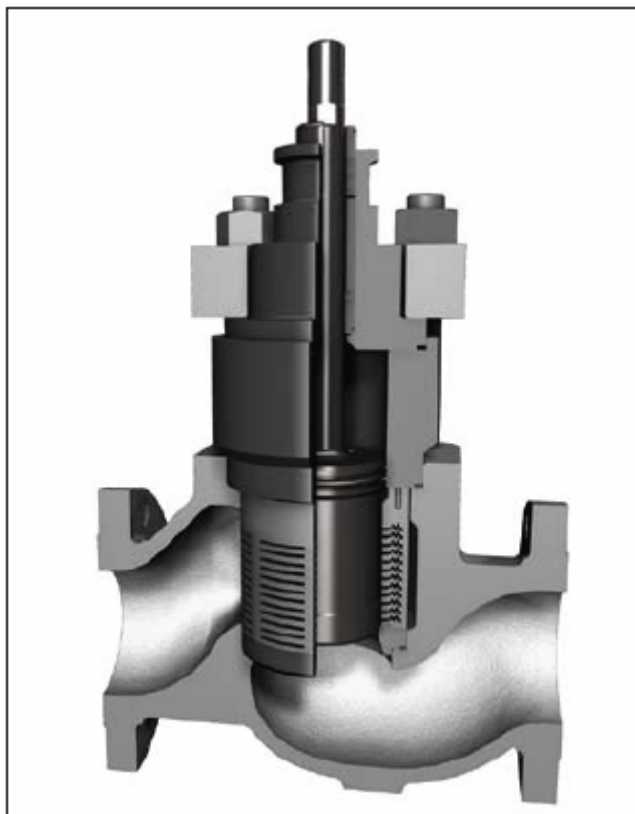

Рисунок 10. Клапан Mark One с затвором TigerTooth
8.5.1. В затворе TigerTooth стандартный держатель клапана Mark One заменяется держателем, состоящим из пакета дисков, соединенных сваркой или штифтами между собой (см. рис. 10). Размеры некоторых деталей, включая запорный элемент, седло и крышку, отличаются от размеров соответствующих деталей стандартного клапана Mark One. Сборка и разборка осуществляются по инструкции для стандартного клапана.